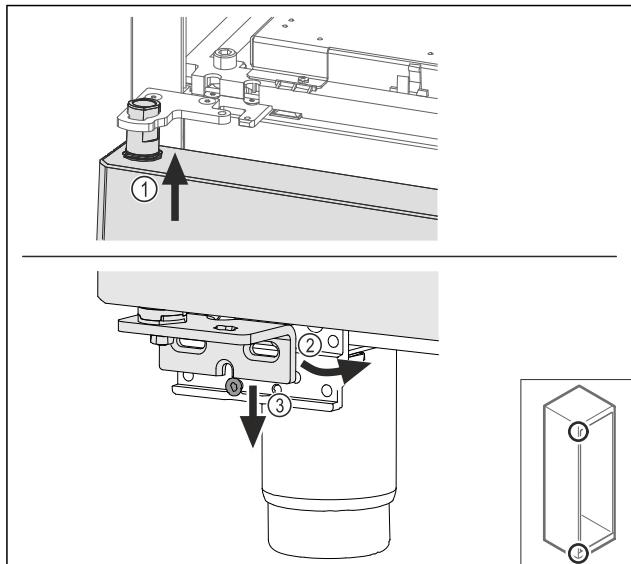

Fig. 64
- ▶ Ievadīt augšā durvis mazliet sagāztā veidā Fig. 64 (1), nolīmējojiet durvis taisni Fig. 64 (2) un uzlieciet apakšā uz gultņa balsta skrūves Fig. 64 (3).